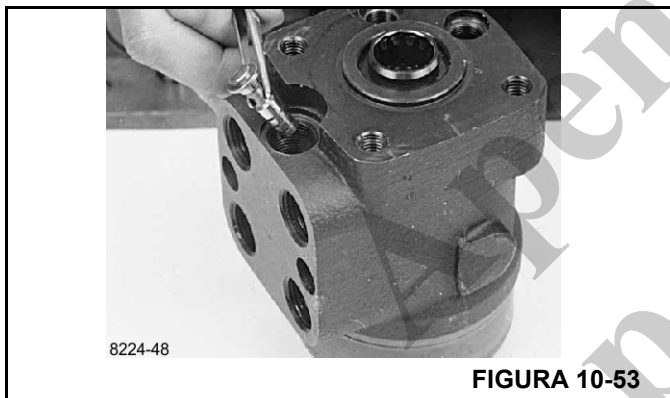

FIGURA 10-53
30. Instale o pistão e a mola (Figura 10-53).